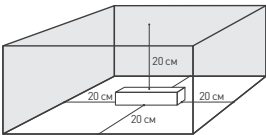
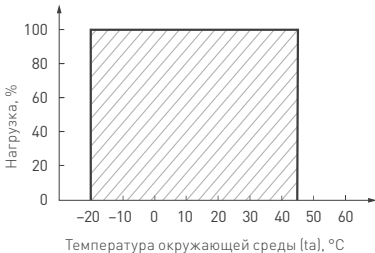

Рис. 2. Свободное пространство вокруг источника
Рис. 3. Максимальная допустимая нагрузка, % от мощности источника
- 4.3. Для естественной вентиляции обеспечьте не менее 20 см свободного пространства вокруг источника питания, как изображено на рис. 2. Если обеспечить свободное пространство невозможно — используйте принудительную вентиляцию. В случае установки в ограниченном пространстве (например, лайтбокс или профиль) предусмотрите обеспечение требуемого температурного режима источника питания согласно рис. 3.
- 4.4. Не нагружайте источник питания более чем на 80% от его максимальной мощности. Учитывайте, что с повышением температуры окружающей среды максимальная мощность источника питания снижается, см. график зависимости на рис. 3.